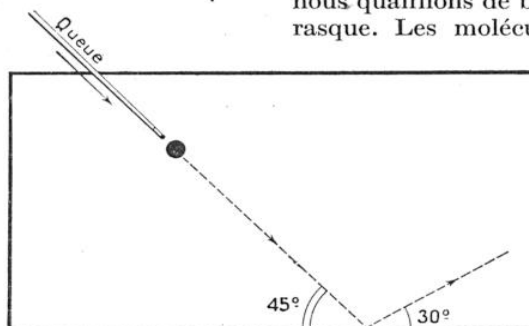

FIG. 18. — LE CHOC DANS LE BILLARD
Mentionnons, enfin, le cas du billard, dont la théorie est complexe et qui exigerait, à lui seul tout un article de vulgarisation. La « queue », garnie de cuir (le « procédé ») à son extrémité (le cuir est enduit de « blanc »), communique à la bille d'ivoire une vitesse généralement égale à 5 mètres par seconde. Même en se plaçant dans le cas le plus simple, où on lance la bille *sans effet*, la bille ne repart pas symétriquement après avoir heurté la bande (1) : par exemple (fig. 18), si la trajectoire initiale fait avec la bande un angle de 45° , la trajectoire finale (après le choc) fait avec celle-ci un angle d'environ 30° .